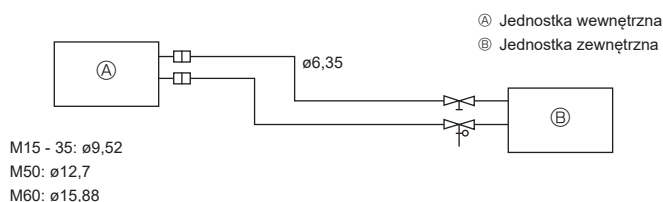

Fig. 5-1
5.2. Rura czynnika chłodniczego (Fig. 5-1)